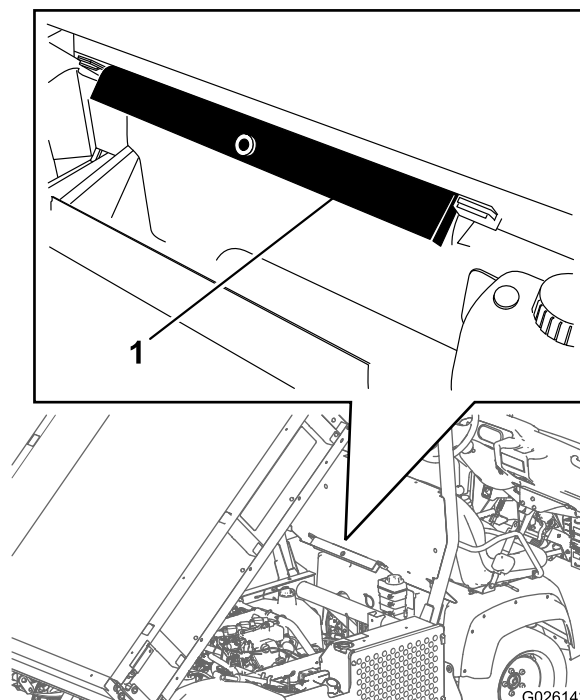

Figure 13
2. Sortez la béquille de sécurité des supports de rangement au dos du panneau du système ROPS (Figure 13).